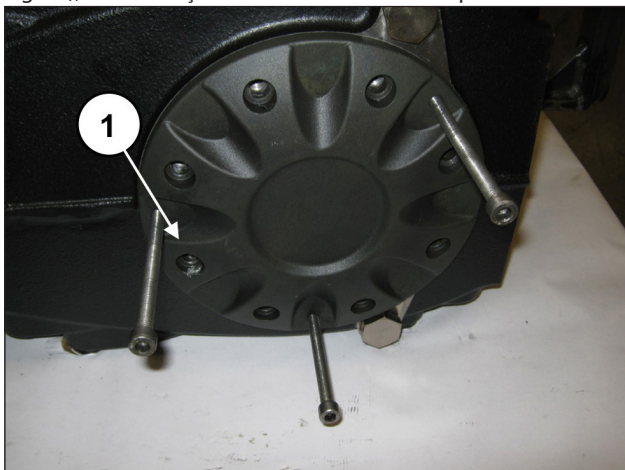

Fig. 28
Posicione três grãos ou parafusos rosqueados M8 (pos. ①, Fig. 28), com a função de extrator nos furos especiais